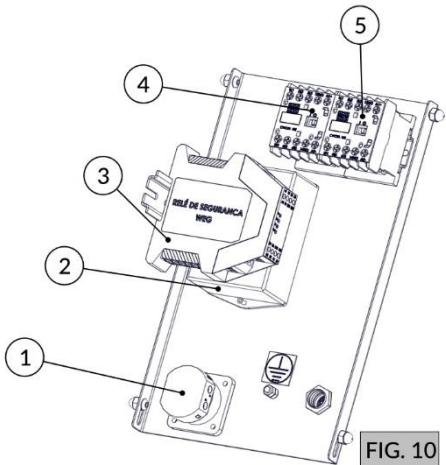

FIG. 10
- f) Inspecione todo o conjunto de comando (contatores (FIG. 10), relé de segurança (FIG. 10), fonte chaveada HTR (FIG. 10), chaves de acionamento e chicote elétrico) e verifique se há contaminação desses componentes por agentes externos agressivos ao sistema, como sabão, água, insetos, etc. Verifique também a integridade dos cabos elétricos e seus terminais. Caso haja contaminação, deve-se proceder com a troca do componente danificado;